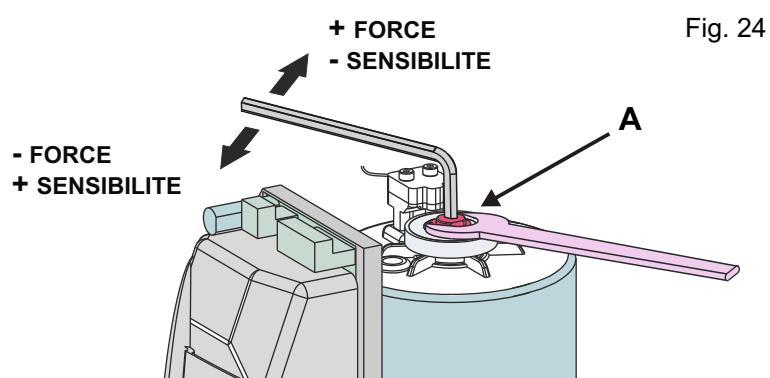

Fig. 24
- 10.2. Pour régler la friction, agir sur la vis sans tête «A» - Fig. 24 - comme suit :